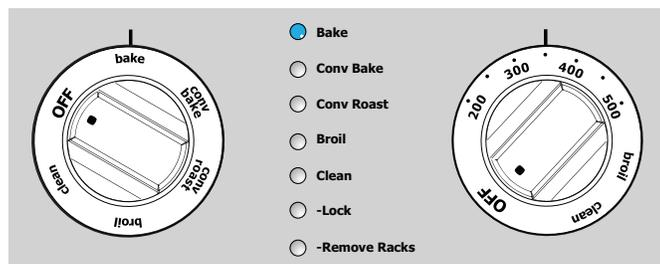

Figure 14 : Sélectionner la fonction de cuisson
2. Tourner le bouton du four sur < Bake > (cuire). Le témoin lumineux < Bake > (cuire) clignote (Figure 14).